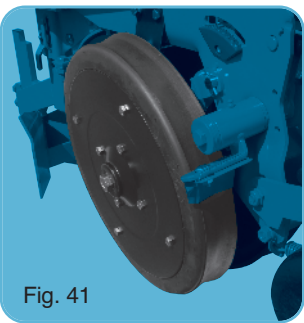
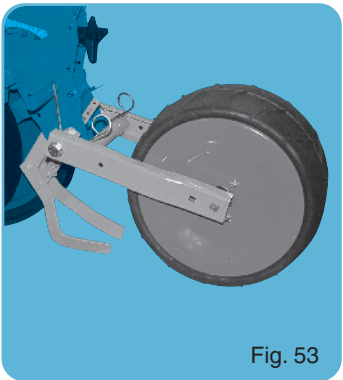

Fig. 41
Fig. 53
- Bloc tasseur autonettoyant 370x170 avec raclettes pour terres meubles (fig. 53).
- Roues tasseuses ⑥ étroites (2 cm au lieu de 4 cm) pour terrains durs.
- Roue de jauge étroite (fig. 41).
- Self-cleaning 370x170 press wheels with scrapers for supple soils (fig. 53).
- Narrow press wheels ⑥ (2 cm wide instead of 4 cm) for hard soils.
- Narrow gauge wheel (fig. 41).
- Самоочищающееся 370x170 прикатывающее колесо со скребками для легких почв (рис. 53),